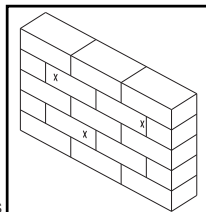

Fig.3
2. Pendant qu'une personne tient la plaque murale en position, marquez trois emplacements pour fixer le support au mur. Marquez deux emplacements au haut de la plaque murale et un emplacement au bas de la plaque murale (voir fig. 3).